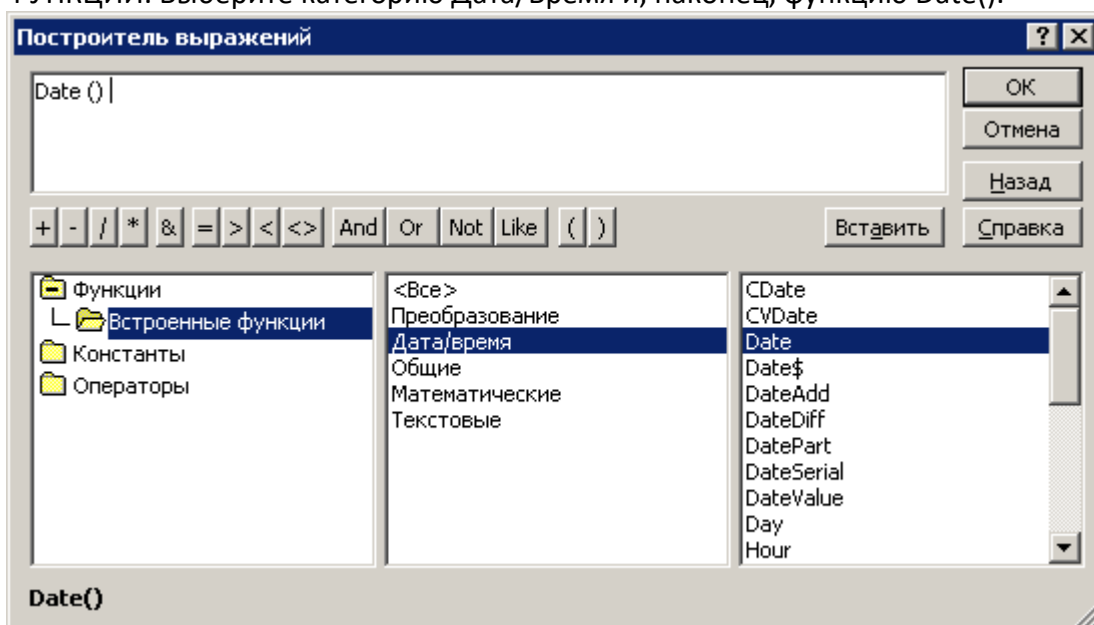

Рис.8. Работа с ПОСТРОИТЕЛЕМ ВЫРАЖЕНИЙ
2. В появившемся диалоге (рис.8) откройте папку ФУНКЦИИ, затем ВСТРОЕННЫЕ ФУНКЦИИ. Выберите категорию Дата/Время и, наконец, функцию Date().